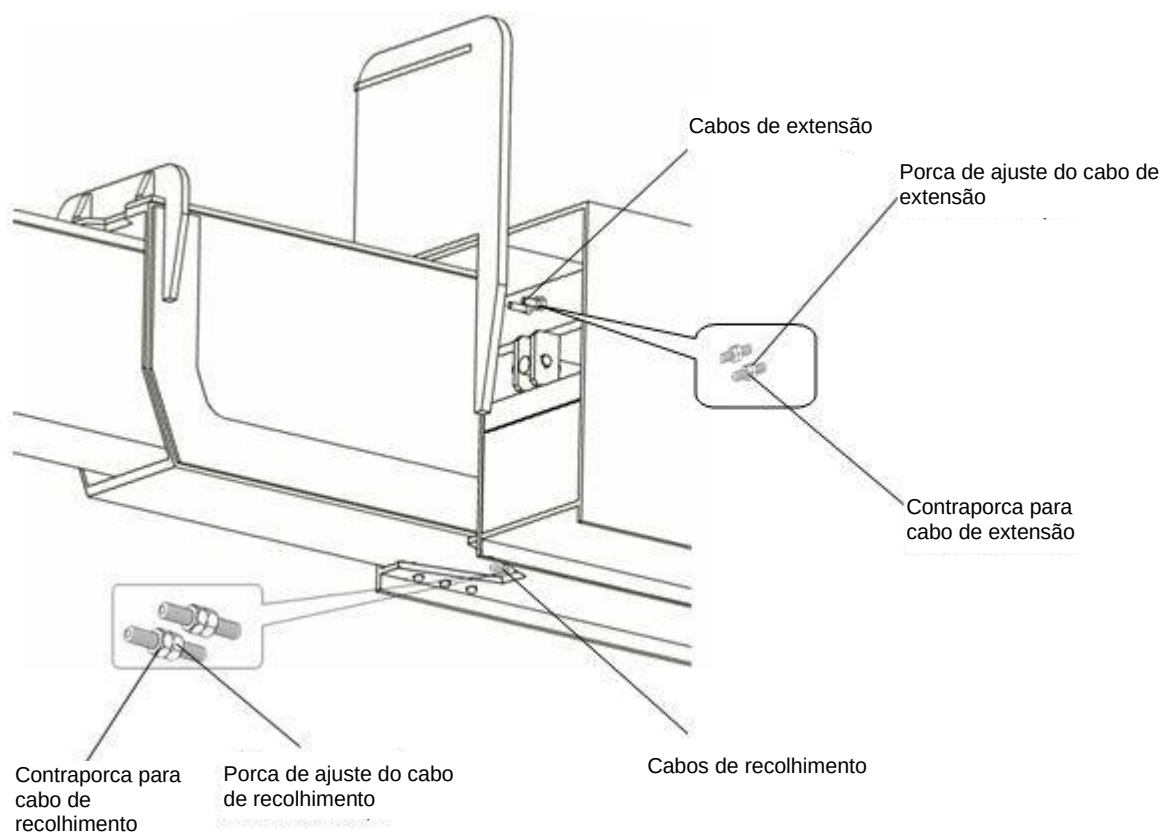

Figura 05 – 25
- a) Verifique o alcance transversal das patolas e ajuste o cabo de aço, consultando a Figura 05 – 25. Verifique o alcance transversal com as patolas totalmente estendidas e ajuste o cabo de aço de extensão nos seguintes passos: